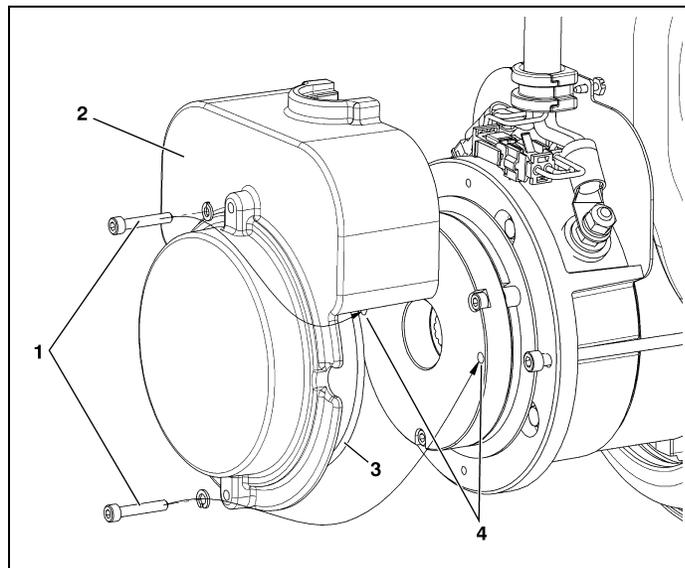

Figura 4-18. Freno – Desenganche manual
(ver la Figura 4-18.)
3. Quitar los **dos pernos (1) de la cubierta, la cubierta (2) y el anillo "O" sellador (3)** de la parte trasera del motor.
4. Insertar los pernos de la cubierta en los **dos agujeros de desenganche de la caja de frenos (4)**; ver el punto 4 en la Figura 4-18., Freno – Desenganche manual.